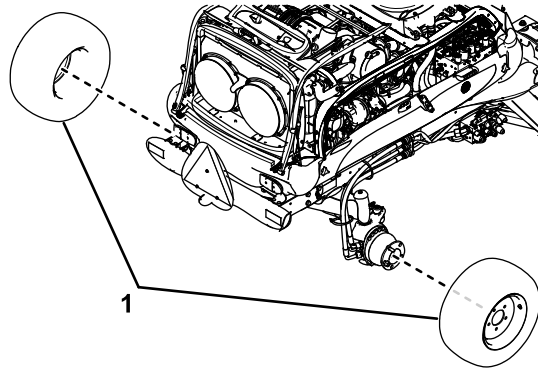

Figure 3
1. Déposez les roues arrière (Figure 3).